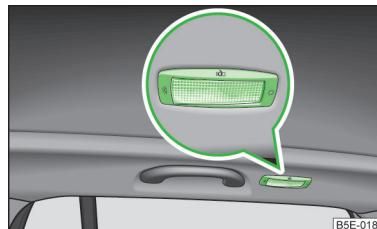

Fig. 37
► Apăsăți geamul în zona simbolului  » fig. 37.